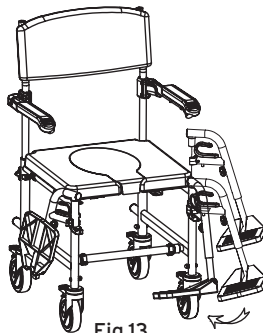

Fig.13
- Adicione os apoios de pés dos lados e rode-os para a frente até bloquearem (fig.13);